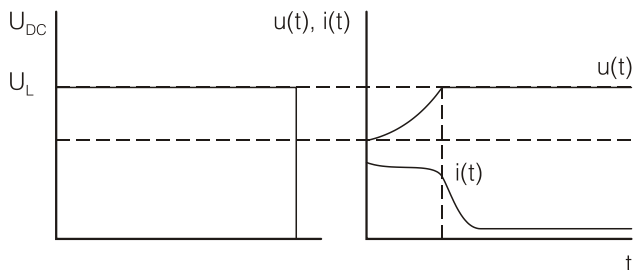

Figura 3.7: Carga según característica IU.
3.5.1 La carga se realiza según la característica IU (véase la Figura 3.7). Cuando las baterías se encuentran des-cargadas, fluye desde el cargador un alto valor de in-tensidad de apro-ximadamente 20 - 22 A en un primer momento (carga I). Esta intensidad la limita el BL20. Tan pronto como la tensión de carga alcanza su valor ajus-tado, se conmuta del modo carga a mo-dos tensión cons-tante (Carga - U). La intensidad de carga desciende hasta valores ligeramente superiores a la intensidad que realmente se está demandando al BL20. La ventaja de este pro-cedimiento de carga com-parado con el de carga a intensidad constante se muestra seguidamente. Reduciendo la intensidad una vez alcanzada la tensión de carga se previene una sobrecarga en la batería. Por tanto, se evitan las pér-didas inadmisibles de agua por gasificación en caso de continuar la carga con altos va-lores de intensidad después de haberse cargado ple-namente la batería.